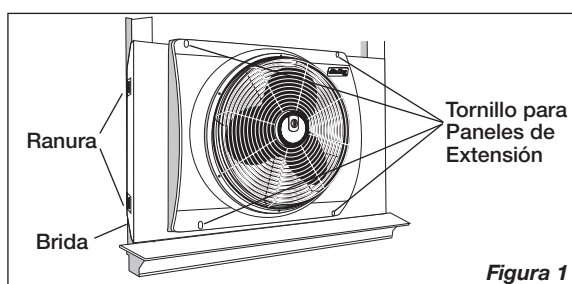

Figura 1
- Afloje los 4 Tornillos para Paneles de Extensión y extienda los Paneles Laterales, pero que el Ventilador aún quepa en la ventana. (Figura 1)
- Afloje los 4 Tornillos para Paneles de Extensión (Figura 1) y extienda los Paneles Laterales hasta que el Ventilador quede bien ajustado entre los lados del marco de la ventana.